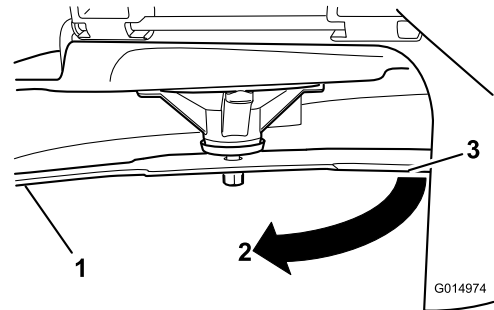

Figure 101
4. Tournez la même lame de 180 degrés pour amener l'autre tranchant à la même position (Figure 101).